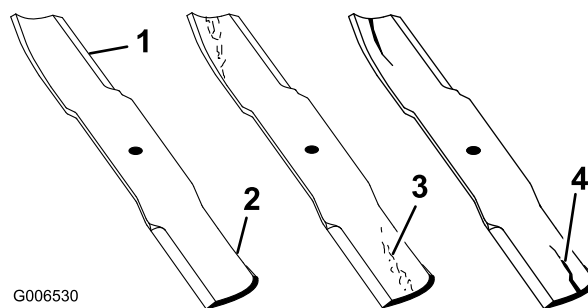

Bild 84
1. Untersuchen Sie die Schnittkanten (Bild 84). Entfernen und schärfen Sie die Messer, wenn die Schnittkanten nicht scharf sind oder Auskerbungen aufweisen. Siehe (Seite).
2. Prüfen Sie die Schnittmesser, insbesondere den gebogenen Bereich (Bild 84). Wenn Sie Schäden, Verschleiß oder Rillenbildung in diesem Bereich feststellen (Bild 84), sollten Sie sofort ein neues Schnittmesser einbauen.